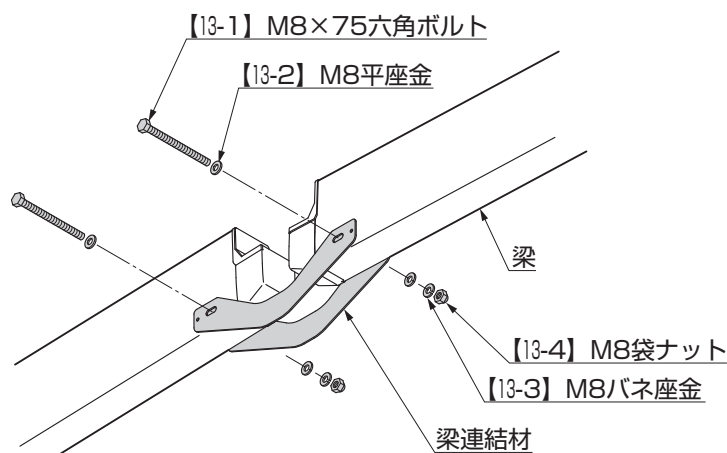

図2-1
①柱、梁を組立てて建て込み、梁のプッシュボタンを外した後、梁と梁を梁連結金具で接続してください。(図2-1参照)